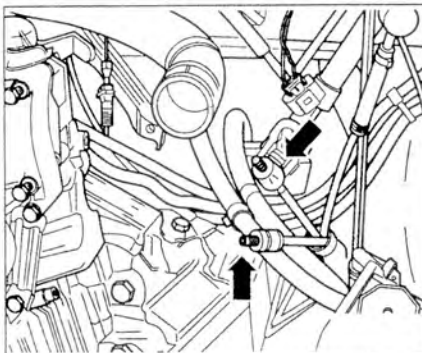

Рис. 2.8. Отсоедините нагнетающий и сливной топливопроводы и закупорьте их обычными 8-миллиметровыми штифтами (стрелки).
20. Отсоедините нагнетающий и сливной топливопроводы и закупорьте их обычными 8-миллиметровыми штифтами (стрелки) (рис. 2.8).